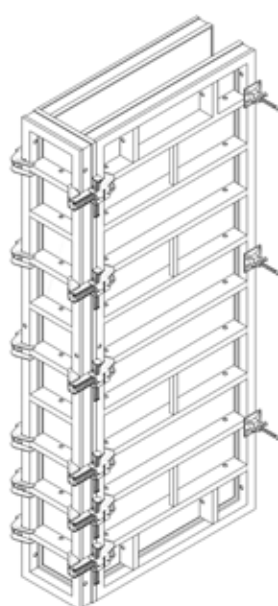

Рис. 45
- Элемент TRIO TR ST 44 может быть использован как элемент для отторцовки стены. (Рис. 45)